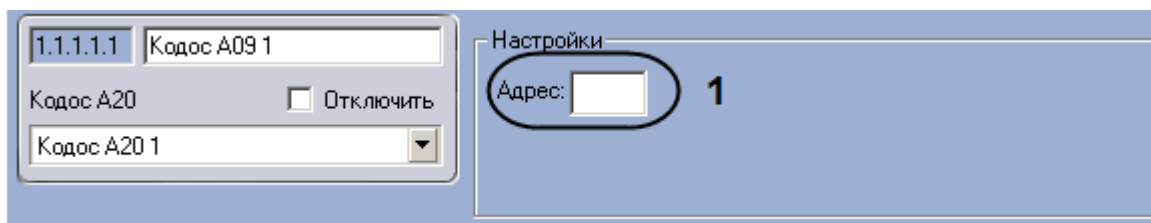

Рис. 3.6—19 Настройка адресного блока Кодос А-09
2. Ввести аппаратный адрес подключения адресного блока *Кодос А-09* в поле **Адрес** (см. Рис. 3.6—19, 1).